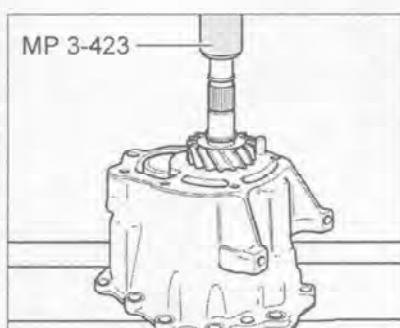

Рис. 7.207. Спрессуйте шестернию 6-й передачи.
39. Спрессуйте шестерню 6-й передачи (рис. 7.207).